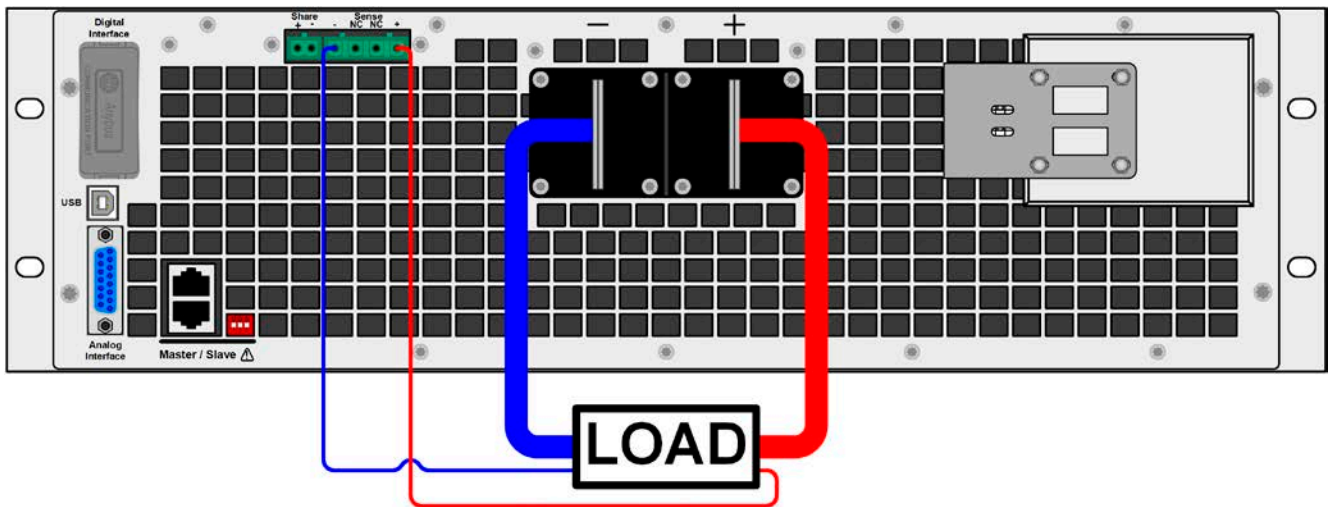

图 8 - 主机远程感测接线举例
- 感测线跟负载之间要+与+，-与-相连，否则会损坏电源的感测输入端。见下面图8。